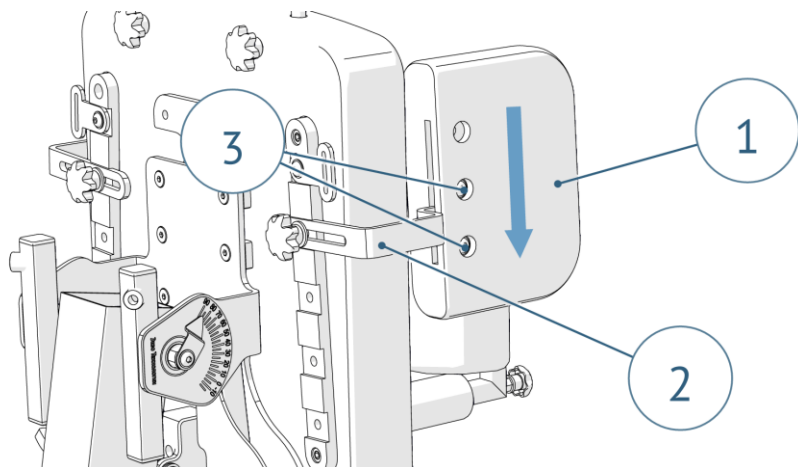

Рисунок 9. Дополнительная регулировка боковых упоров для таза
Подушка упора для таза (1) допускает установку на держателе (2) в верхнем и нижнем положениях. Для смены положения отверните винты (3), установите нужное положение, совместив крепежные отверстия, установите винты (3) в соответствующие отверстия и плотно затяните (рис.9)